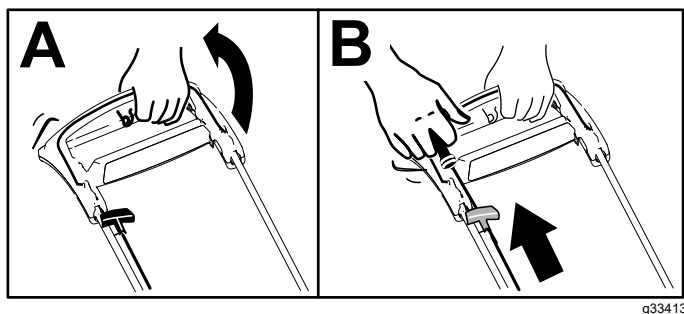

Figure 12
1. Maintenez la barre de commande de la lame contre le guidon (A de Figure 12).
2. Tirez légèrement la poignée du lanceur jusqu'à ce que vous sentiez une résistance, puis tirez vigoureusement et laissez le lanceur se rétracter lentement jusqu'au guide-câble sur le guidon (B de Figure 12)